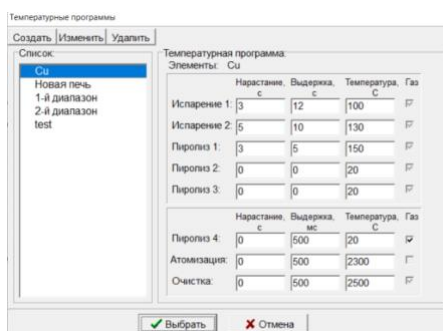
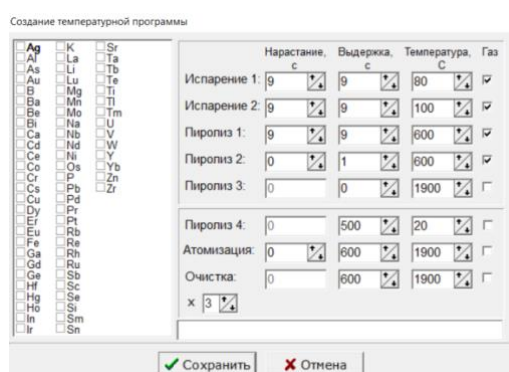

Рис. 9П – Окно «Температурные программы»
Рис. 10П – Окно «Создание температурной программы»
3.3.8 Если необходимо использовать программу нагрева отличную от базовой программы, в окне «Параметры методики. Температурная программа» (Рис. 7П) кликните по кнопке «Изменить». Появится окно «Температурные программы» (Рис. 9П). В списке приведены существующие температурные программы нагрева для меди: базовая программа «Cu» и программа «Новая печь». Эти программы изменять не рекомендуется, поэтому необходимо создать новую программу нагрева печи. **ПРОГРАММА «НОВАЯ ПЕЧЬ» ЯВЛЯЕТСЯ ОБЯЗАТЕЛЬНОЙ ДЛЯ НОВОЙ ПЕЧИ (кроме вольфрамизированных и золочённых)**
- 3.3.9 Для создания новой программы нагрева кликните по кнопке «Создать» в окне «Температурные программы» (Рис. 9П). Появится окно «Создание температурной программы» (Рис. 10П).